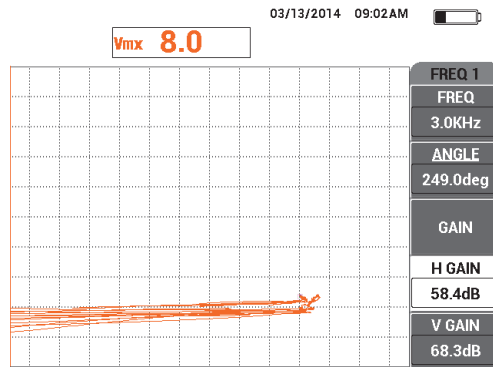

図 5-105 周波数 1 のゲインの調整
13. プローブを持ち上げ、基本フィルタメニューキー (✂) を押し、位置 1 にプローブを軽く何度も触れながら、**ミックスチャンネル**のリフトオフ信号がほぼ水平になるまで周波数 1 の **H ゲイン** (D キー) を下げます (204 ページの図 5-105 を参照)。